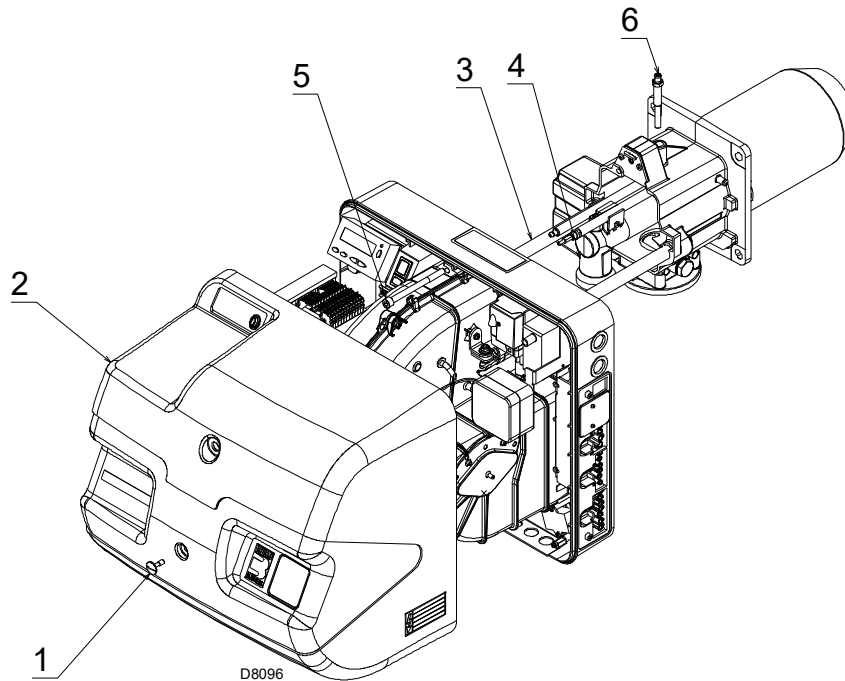

Fig. 36
- Aflojar el tornillo 1)(Fig. 36) y sacar la envolvente 2).
- Sacar el tornillo 5)(Fig. 36) y hacer retroceder el quemador en las guías 3) aproximadamente 100 mm.
- Enroscar el tornillo 5)(Fig. 36) y tirar suavemente hacia afuera los cables de sonda y electrodo, hasta tensarlos ligeramente.